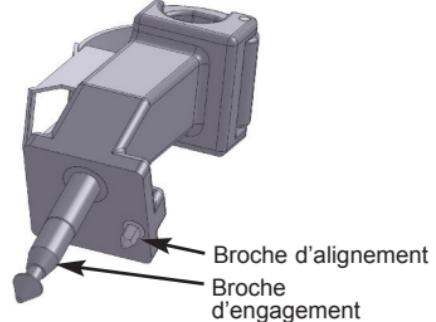

Figure 1. Adaptateur Advincula Arch™
2. Insérer à fond la broche d'engagement de l'adaptateur (voir la Figure 1) dans le trou correspondant du bras de l'UPS. Utiliser la broche d'alignement pour orienter correctement l'adaptateur.